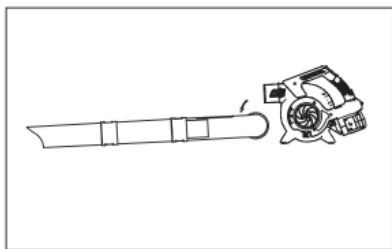

Fig.6
La asamblare, acordați atenție canelurilor de ghidare de pe piesele conductei de aspirație. Plasați conducta de aspirație (12) pe orificiul de aspirație, ca în fig. 6 (de mai jos). Rotiți conducta de aspirație în sens invers acelor de ceasornic până se oprește. Împingeți conducta de aspirație în carcasa motorului până când se fixează în poziție cu un clic.